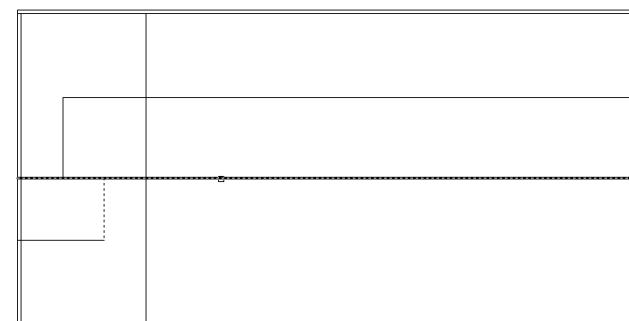

Рис. 4.15 ▼ Завершение формирования контура малой тумбы
шения выбора, щелкните сначала на нижней горизонтальной линии, а затем на верхней, как показано на рис. 4.15, для их обрезки.
7. Теперь можно избавиться от горизонтальных линий, выходящих за пределы контуров малой тумбы, которые мы использовали в качестве секущих ребер на предыдущем этапе. Перезапустите команду **Обрезать** (Trim), выберите в качестве секущего ребра вертикальную линию контура малой тумбы (показана пунктиром на рис. 4.15), а затем, нажав **Enter** для завершения выбора, щелкните сначала на нижней горизонтальной линии, а затем на верхней, как показано на рис. 4.15, для их обрезки.